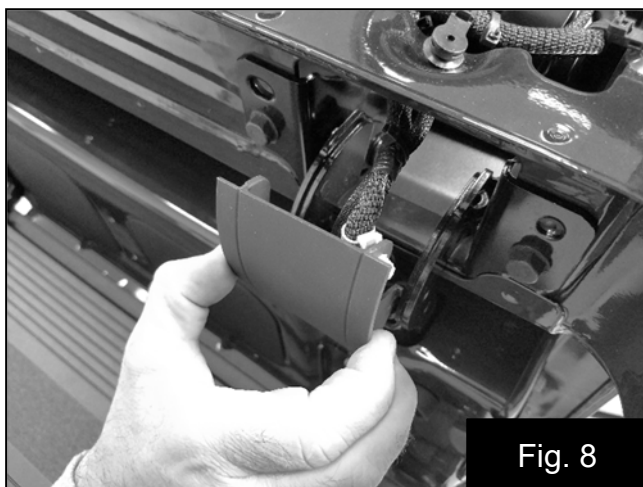

Fig. 8
12. Rabattez la partie intérieure du hayon et détachez le couvercle en plastique à charnière côté passager pour faciliter le passage du faisceau. Fig. 8